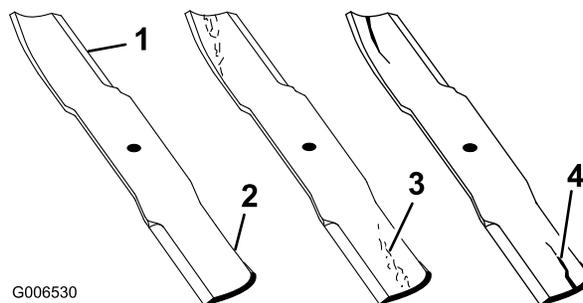

Figure 84
1. Examinez le tranchant des lames (Figure 84). Si les lames ne sont pas tranchantes ou présentent des indentations, déposez-les et aiguisiez-les. Reportez-vous à Affûtage des lames (page 59).
2. Inspectez les lames, surtout la partie relevée. Remplacez immédiatement toute lame fendue, usée ou qui présente une entaille (Figure 84).